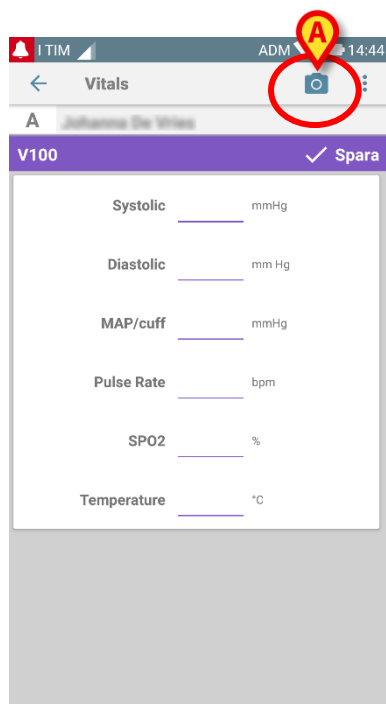
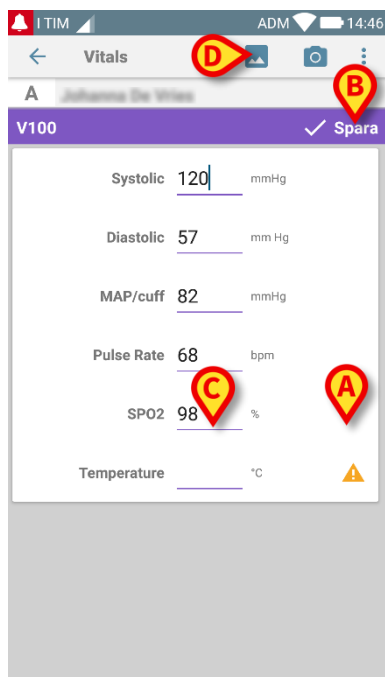
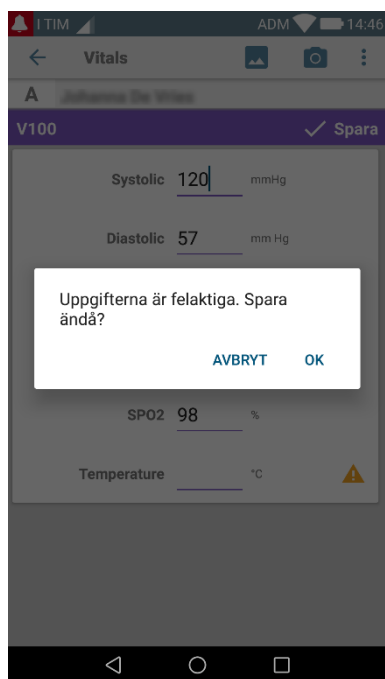
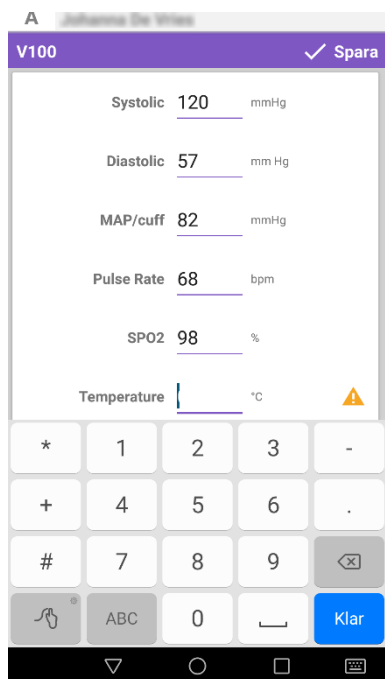

Fig 86
Fig 90
Fig 91
Fig 92
Datainmatningsskärmen visas (Fig 86).
- Tryck på  ikonen längst upppå skärmen (Fig 86 **A**)
När bilden är tagen behandlas den av OCR och resultatet används för att fylla fälten på skärmen Fig 86 med data lästa från enheten som visas i Fig 84. Följande fönster visas (Fig 90):
Om ett av värdena som matas ut från OCR ligger utanför det giltiga intervallet, ⚠ visas ikonen nära parametern själv (Fig 90 **A**). Detta händer eftersom OCR inte kunde känna igen värdena som visas av V100-bildskärmen eller eftersom själva bildskärmen inte visade något värde.
Knappen i Fig 90 D visar det förvärvade fotot.
- Tryck på **Spara** knappen längst upp till höger (Fig 90 **B**). Om inte alla värden beaktas i acceptansintervallet (dvs. ikonen finns ⚠) frågar Vitals-modulen om bekräftelse från användaren (Fig 91):
- Tryck på den platsen där det förväntas att det saknade värdet infogas (Fig 90 C). Eftersom ett numeriskt värde förväntas visas det ett numeriskt tangentbord för att ge önskat värde (Fig 92):